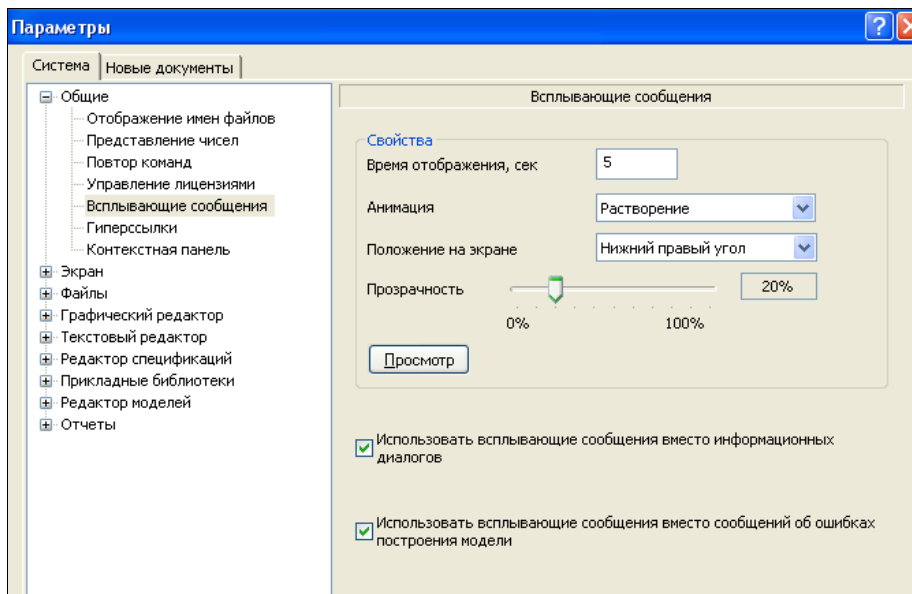

Рис. 15.3. Диалоговое окно **Параметры** с открытой панелью **Всплывающие сообщения**
- ◆ щелкните ЛК мыши по пункту **Всплывающие сообщения**. В правой части окна на панели **Всплывающие сообщения** (рис. 15.3) выполните: